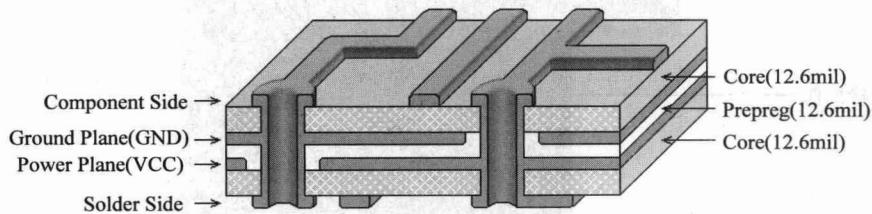

图 1-4 4 层板结构示意图
(3) 多层板：即包含多个工作层面的电路板，除了顶层和底层外还包含若干个中间层，通常中间层可作为导线层、信号层、电源层和接地层等。层与层之间相互绝缘，层与层的连接通常通过过孔来实现。图1-4所示为4层板结构的印制电路板，这个4层板除了顶层和底层外还有一个中间地层和一个中间电源层。